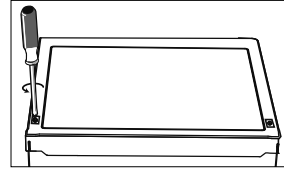

Abb. 2
- ▶ Hebeln Sie die Schraubenabdeckung (7) an der Geräteabdeckung (8) zum Beispiel mit einem Schlitzschraubendreher (Abb. 2) ab. Lösen Sie die beiden darunterliegenden Halterungsschrauben (6) mit einem Kreuzschlitzschraubendreher.